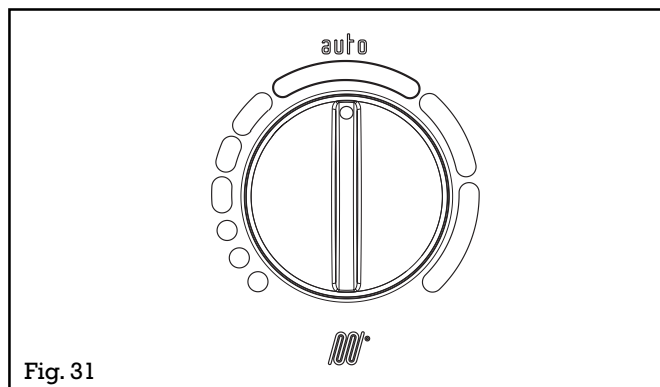

Fig. 31
Si le sélecteur est placé sur la zone "AUTO" (fig.31), correspondant à une température d'eau entre 55°C et 65°C, la température chaudière s'ajustera en fonction de la demande du thermostat d'ambiance, pour un meilleur confort de fonctionnement et des économies d'énergie.
**Vert clignotant rapide** = signale l'entrée dans la zone "AUTO" du sélecteur de température eau de chauffage (fig.31).